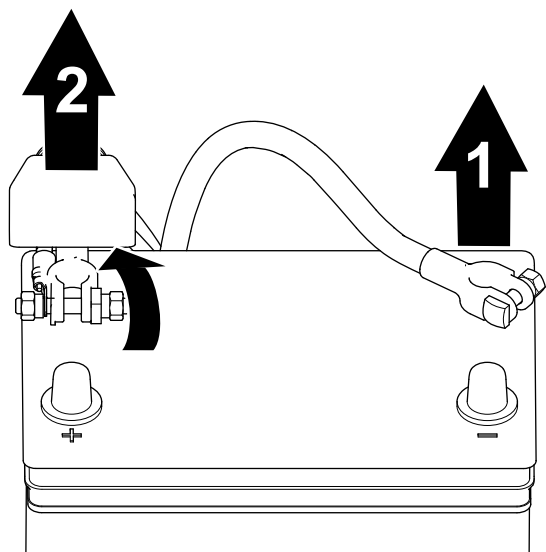

Figure 87
1. Débranchez le câble négatif de la borne de la batterie (Figure 87).
2. Soulevez le capuchon isolant et débranchez le câble positif de la borne de la batterie (Figure 87).